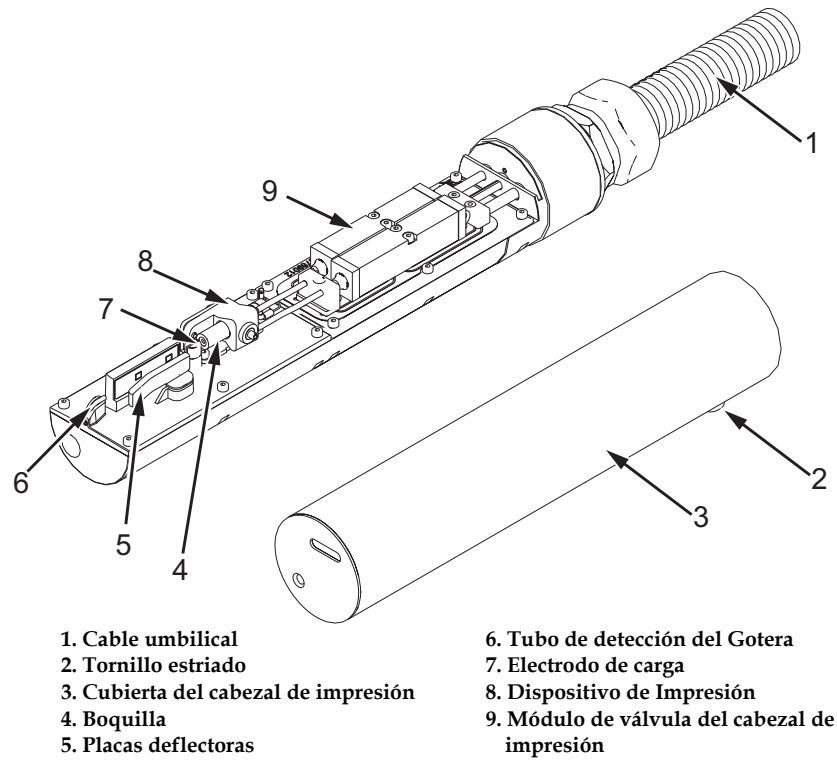

Figura 6-4. Cabezal de impresión (Videojet 1220)
- 3** Afloje el tornillo estriado (elemento 2, Figura 6-4 en la página 6-9) y extraiga la cubierta del cabezal de impresión (elemento 3).
- Tubo de detección del Gotera (elemento 6, Figura 6-4)